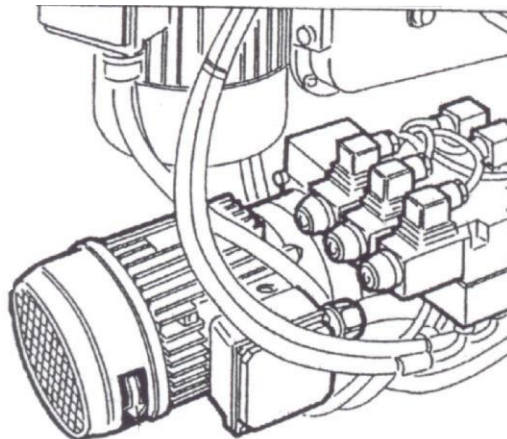

Рисунок 5 Гидростанция
4.2.4 Гидростанция (см. Рисунок 5) является составной частью гидрооборудования станда, куда входят наряду с ней гидроцилиндры зажима, перемещения каретки и рычага, рукава высокого давления и фитинги.